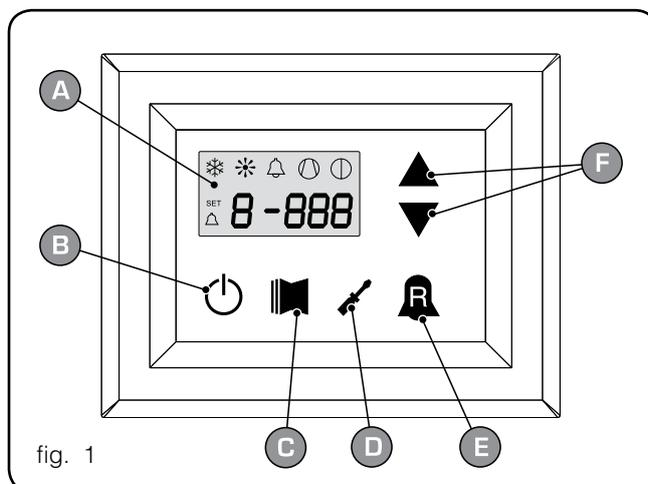

fig. 1
• **Menú LECTURAS (tecla (C) Fig.1)**
• **Menú SET (tecla (D) Fig.1)**
• **Histórico de alarmas(tecla (E) Fig.1)**
**Interfaz usuario (Fig.1)**